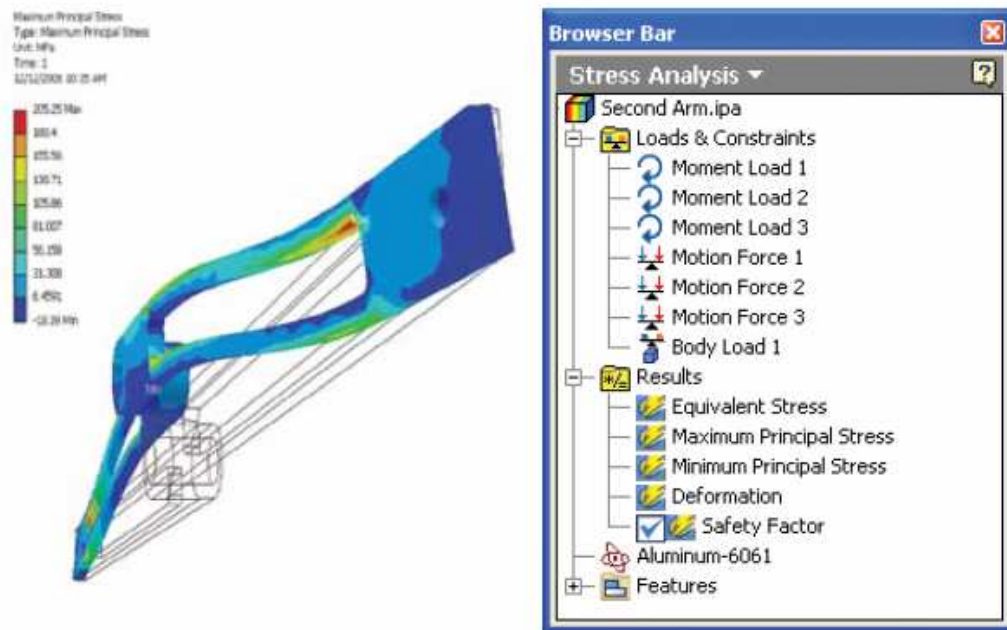

Figura 1.8: *Análisis de un modelo sometido a esfuerzos*
- Análisis de tensión (figura 1.8).